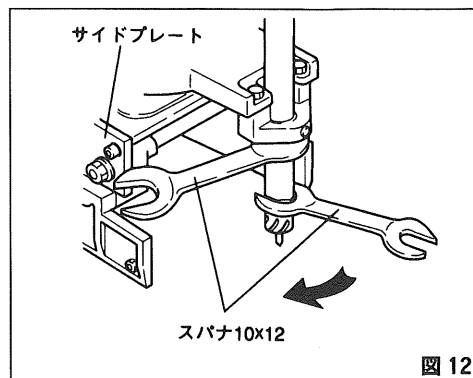

図 12
(1) パイロットピンの取りはずし
- (d)アーバ中間二面取り部にスパナ 10x12 を差し込んで、サイドプレートに当たるまで、アーバを矢印方向に回し、スパナを押し付け固定します。次にアーバ先端六角部にスパナを差し込んで同じく矢印方向へ回し、アーバ先端をアーバより取りはずし、パイロットピンを引き抜きます。(図 12)
(2) パイロットピンの取り付け